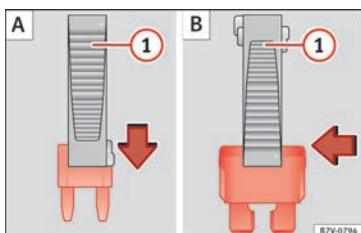

Fig. 63 Udtagning eller isætning af sikring
- *Små sikringer* Sæt clipsen på oppefra » Fig. 63 A.
- *Større sikringer*: Skub clipsen på sikringen fra siden » Fig. 63 B.